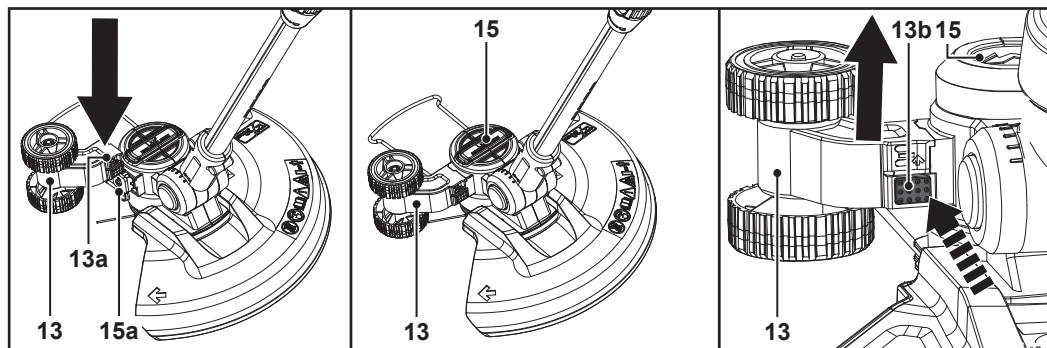

Fig. 2
1. Alinee las ranuras deslizantes (13a) de la rueda desbrozadora (13) con el soporte de desbrozadora (15a) en el cabezal de corte (15) (Fig. 2).
2. Deslice la rueda desbrozadora (13) hacia dentro. Asegúrese de que encaja en su sitio (Fig. 2).
3. **Desmontaje:** Presione el botón de liberación (13b) y saque la rueda desbrozadora (13) del soporte de desbrozadora (15a) (Fig. 2).